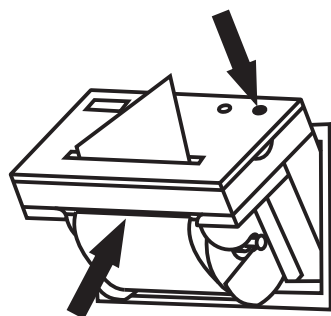

Fig.12
- f ► Insira a extremidade do papel no ponto indicado pela seta (Fig. 12). Ao mesmo tempo, pressione o pequeno botão preto que se encontra no canto superior direito da impressora, até que o papel saia pela parte frontal da impressora, em seguida, feche a impressora, girando a peça frontal para baixo e empurrando-a para dentro do painel, sem usar força excessiva.